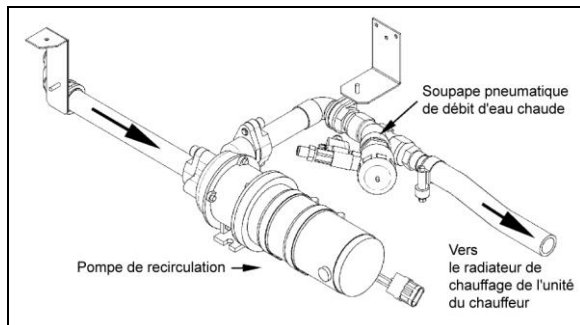

FIGURE 59 : INSTALLATION DE LA POMPE DE CIRCULATION D'EAU CHAUDE (PETIT SYSTÈME DE CVC)
- Plafond du compartiment de la roue de secours (Figure 59)